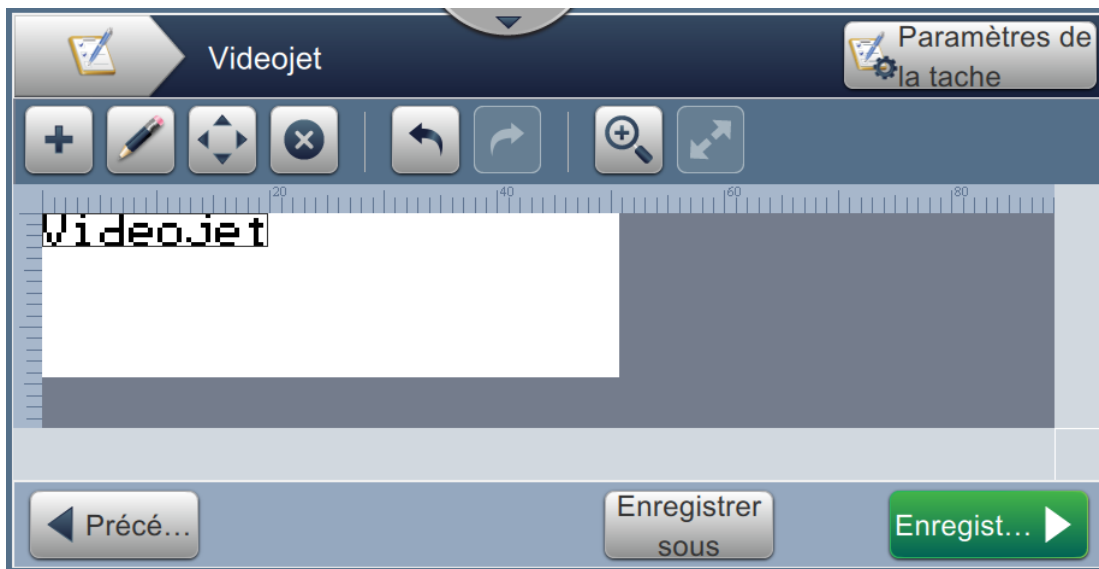

Figure 5-14 : Écran de modification du champ
3. Sélectionnez le champ à modifier et appuyez sur le bouton  tel qu'illustré à la Figure 5-14.